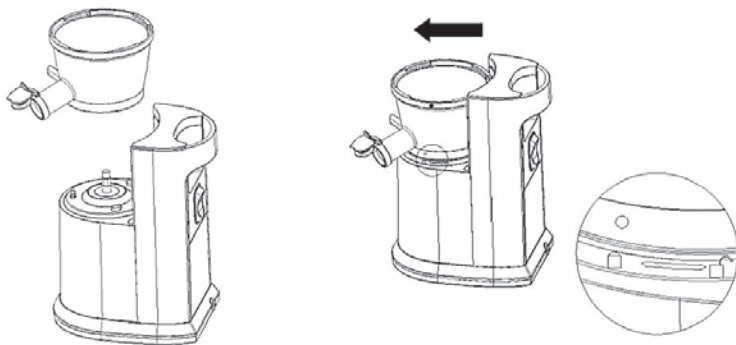

Abb. 1
I. Die Schüssel in das Gehäuse einsetzen. (Abbildung 1)